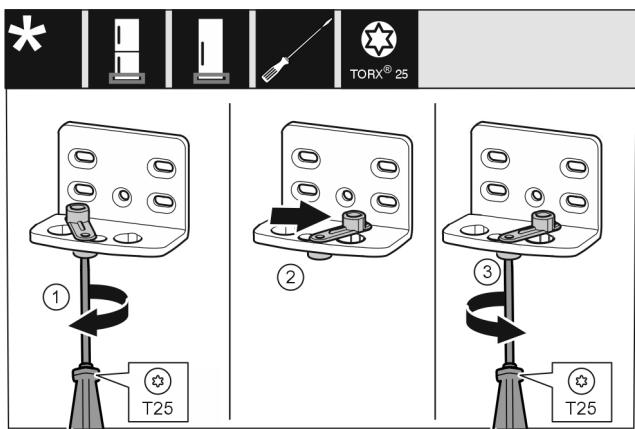

Fig. 17\*
- Schraube Fig. 17 (1) mit Schraubendreher lösen schrauben.\*
- Türschließhilfe Fig. 17 (2) anheben und um 90° nach rechts in Bohrung drehen.\*
- Schraube Fig. 17 (3) mit Schraubendreher festschrauben.\*